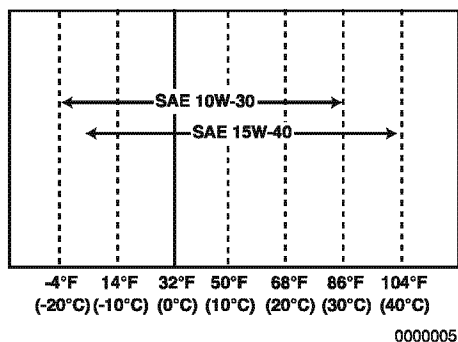

Figura 5
- Seleccione la viscosidad del aceite en base a la temperatura ambiente en la cual se operará el motor. Consulte el Gráfico viscosidades de los grados de servicio SAE (**Figura 5**).